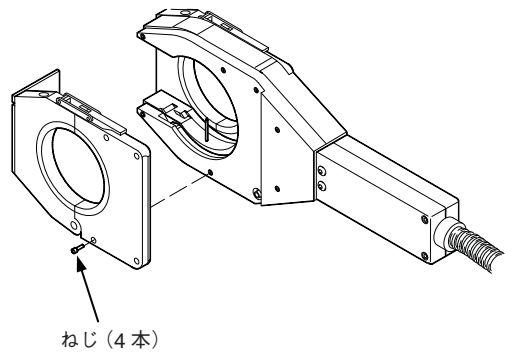

図14：左サイド・プレートを取り外す
2. 左のサイド・プレートの4本のネジを取り外します。図14をご参照ください。